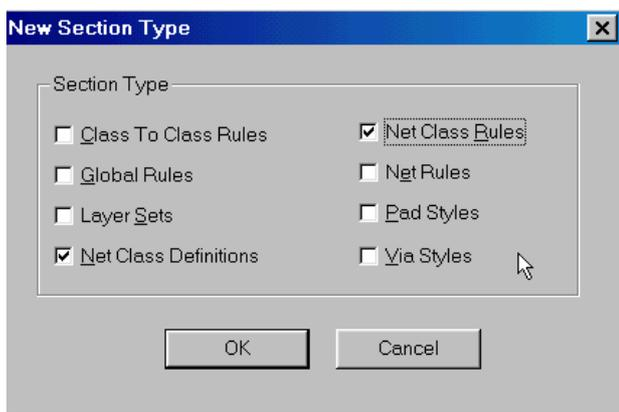

Рис. 6-31. Выбор типа секции
10) На панели выбора типа секции (рис. 6-31) установите флажки *Net Class Definitions* и *Net Class Rules* и нажмите кнопку **OK**. В группе «Классы» появятся две новые секции.